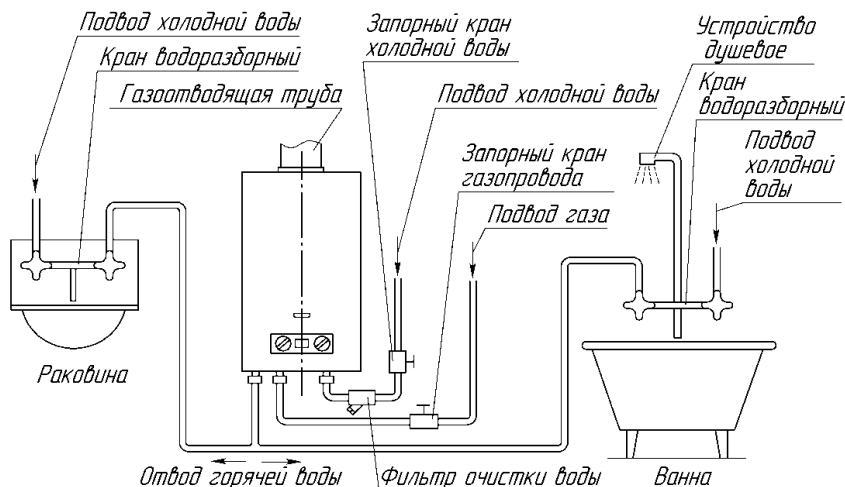

Рисунок 5. Схема установки аппарата
- 7.1.10. Схема установки (подключения) аппарата приведена на рис. 5. Рекомендуется сначала подключить аппарат к водопроводной сети, заполнить систему аппарата водой и затем подключить его к газовой сети.
7.3.1. Для увеличения срока службы аппарата и улучшения его эксплуатационных характеристик рекомендуется устанавливать перед аппаратом фильтр очистки воды (рис. 5).
7.3.2. Для облегчения последующего технического обслуживания необходимо установить перед аппаратом запорный кран на трубопроводе подвода холодной воды (рис. 5). Запорный кран должен быть легко доступен.